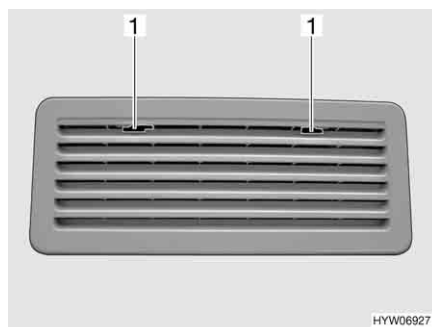

Fig. 176 Griglia di aerazione del frigorifero (Thetford)
- Spingere verso il centro l'arresto (Fig. 176,1).